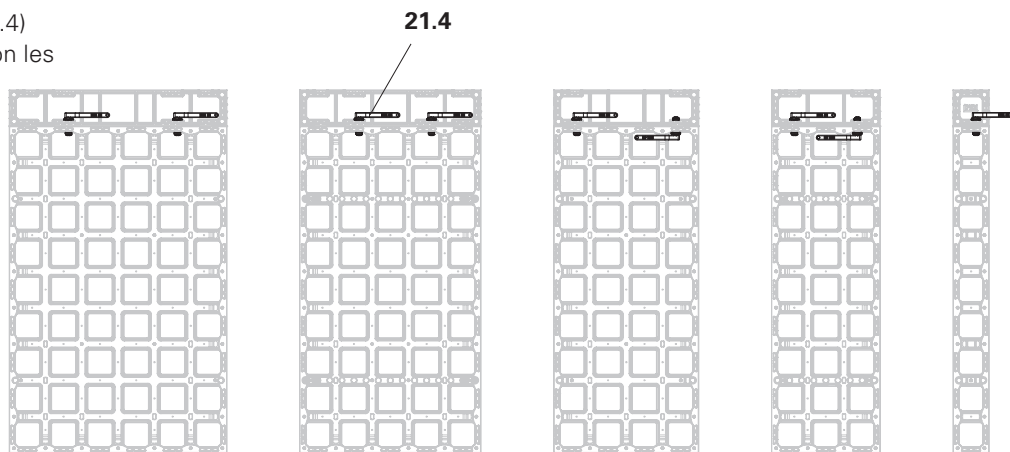

Fig. A3.05
- Monter le connecteur DUO (21.4) dans les encoches de connexion les plus proches du centre. (Fig. A3.05)